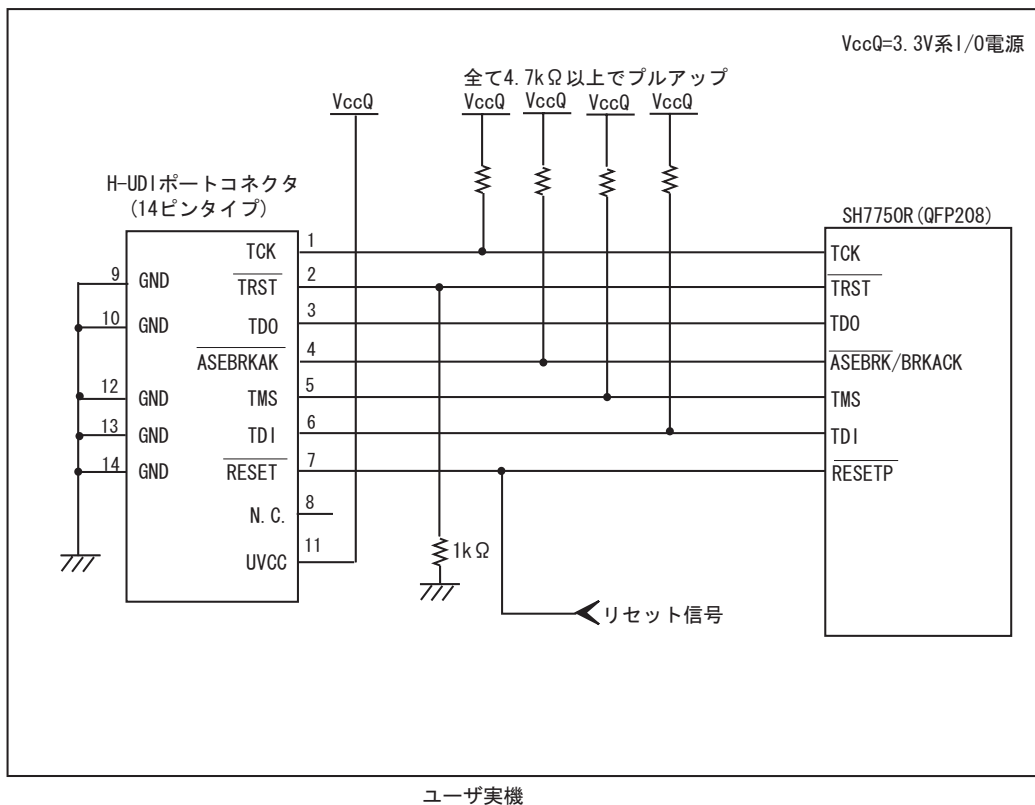
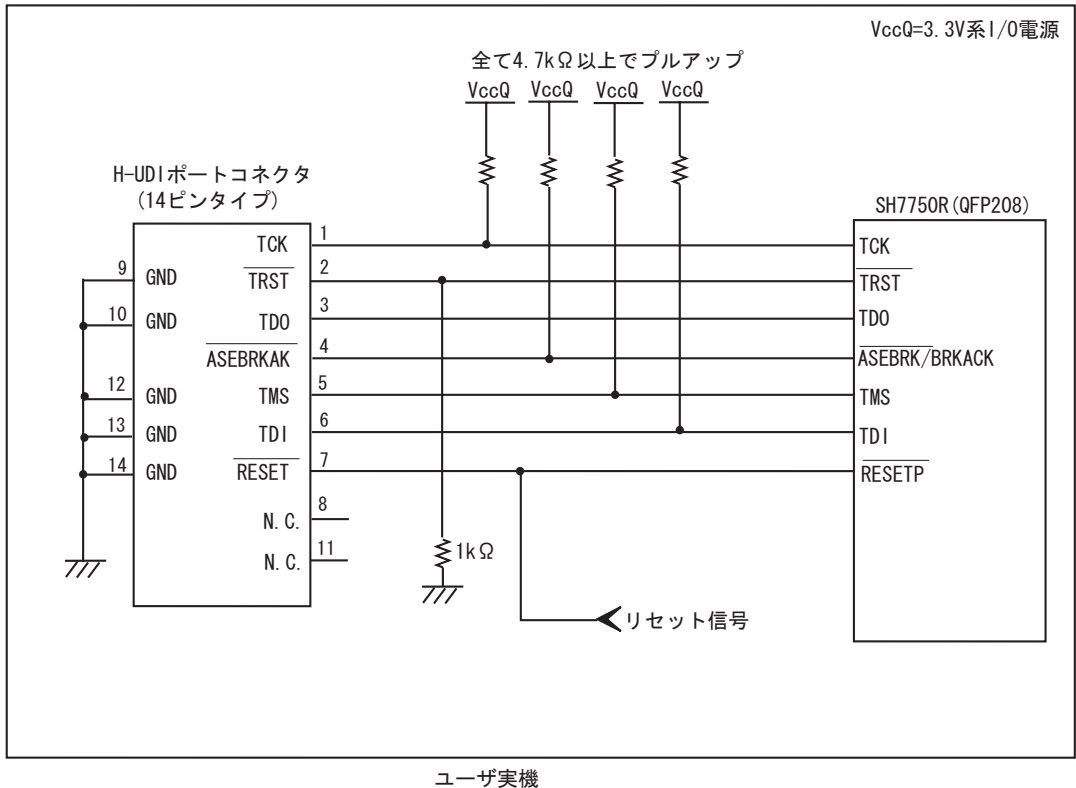

図 1.2 E10A-USB 使用時の H-UDI ポートコネクタ - チップ間の推奨接続例
図 1.3 E10A-USB 使用時の H-UDI ポートコネクタ - チップ間の接続例
E10A-USB エミュレータ使用時の H-UDI ポートコネクタとチップ間の推奨接続例を図 1.2、UVCC 未接続時の接続例を図 1.3 に示します。
5. 図 1.2,図 1.3 に記載されている抵抗値は、参考値です。
- 図 1.2 推奨接続例で回路を組んだ場合の E10A-USB エミュレータのスイッチ設定: SW2=1, SW3=1
- 図 1.3 接続例で回路を組んだ場合の E10A-USB エミュレータのスイッチ設定：SW2=0, SW3=1 スイッチ設定の詳細は、「SuperH™ファミリ用 E10A-USB エミュレータユーザーズマニュアル 3.8 DIP スイッチの設定」を参照してください。